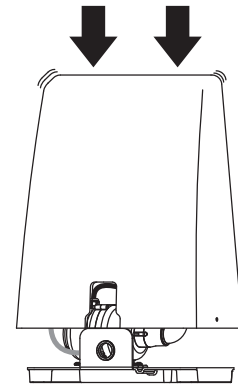

Figure 14
- 9.2. Insérer le couvercle sur la base. (Fig. 14)
- 9.2. Insert the cover over the unit base. (Fig. 14)